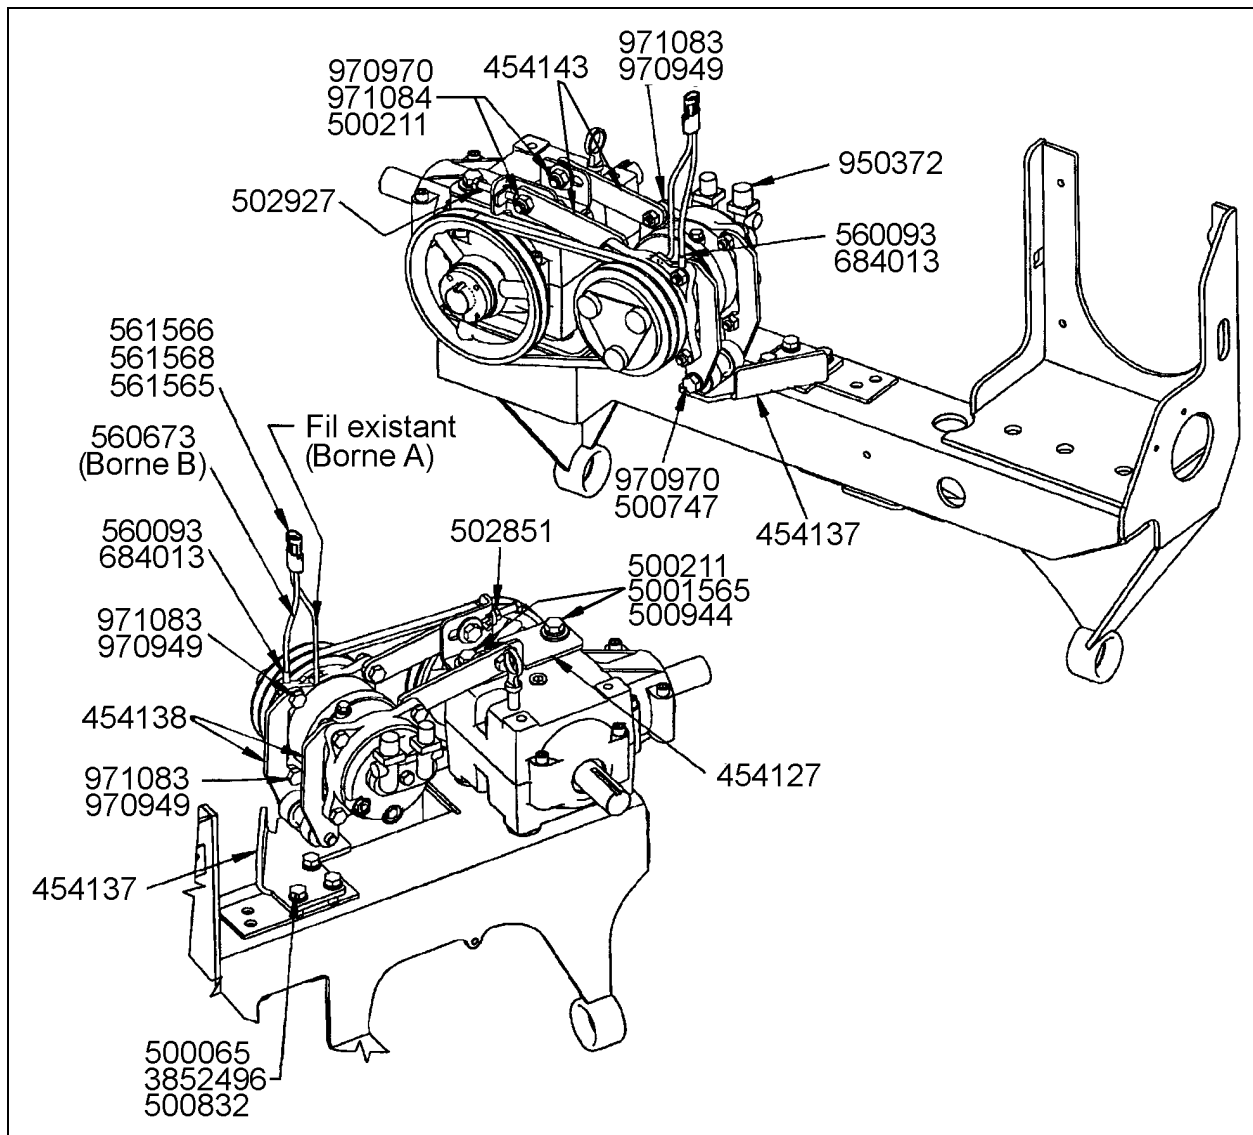

FIGURE 5 : INSTALLATION DU COMPRESSEUR
14. Installer les fils électriques du compresseur et les connecter avec le montage du compresseur (voir la figure 5).